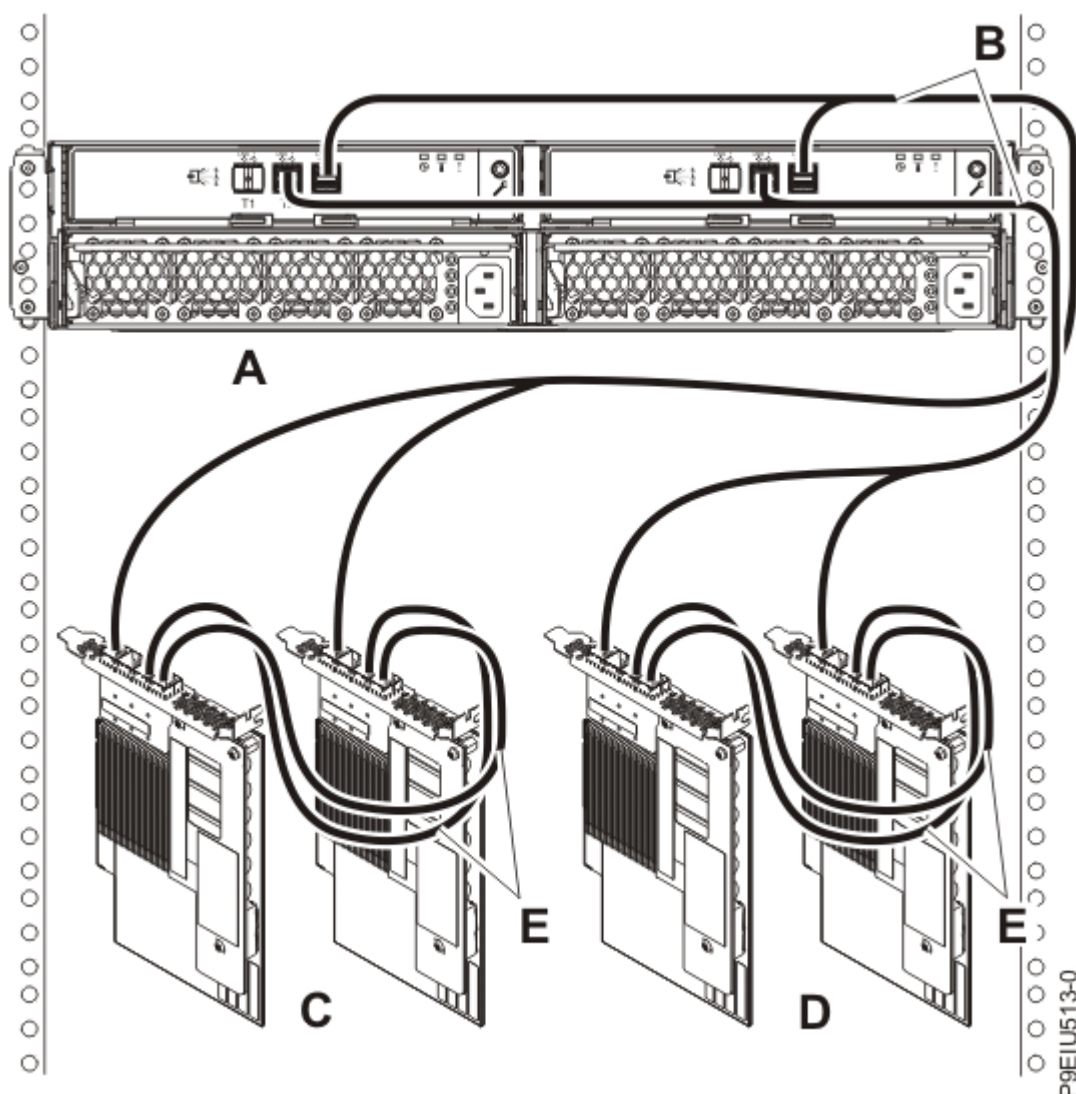

Figura 22. Conexão do modo 2 de um ESLS usando cabos X12 para dois pares de adaptadores SAS FC EJ0L ou dois pares de adaptadores SAS FC EJ14 com cabos AA
22. Conclua uma conexão de modo 2 de um gabinete (A), usando cabos X12 (B), para dois pares de adaptadores SAS FC EJ0L ou dois pares de adaptadores SAS FC EJ14 (C e D), com cabos AA (E), conforme mostrado em Figura 22 na página 28. Em seguida, continue com o “Conectando cabos, cabos de energia e instalando tampas” na página 30.